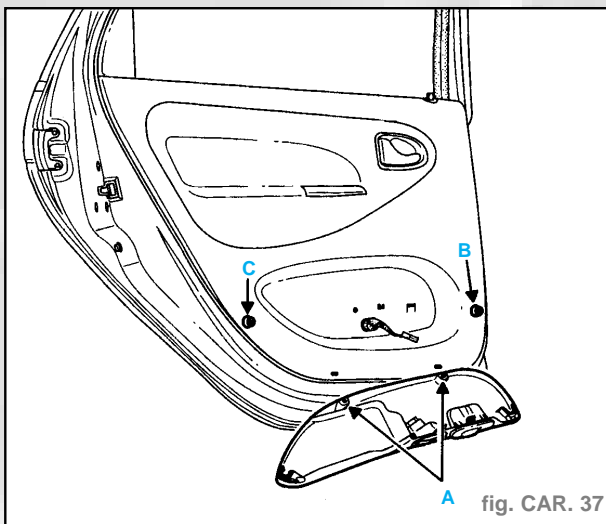

fig. CAR. 37
- Soulever l'avant du bac pour dégager l'ergot (B) (fig. CAR. 37).
- Dégager le bac en le poussant vers l'arrière pour libérer l'ergot (C).